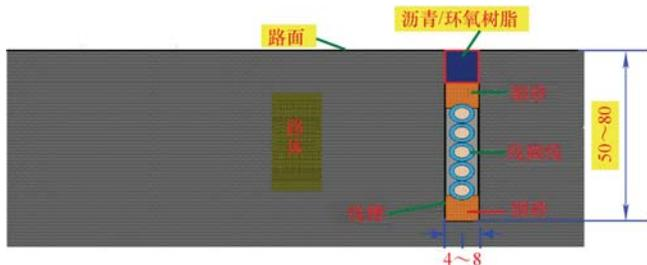

图 8-19 浇灌沥青
22) 浇灌的沥青必须充分熔化, 以利于填充槽内每一个空隙而紧固线圈, 如图 8-19 所示。